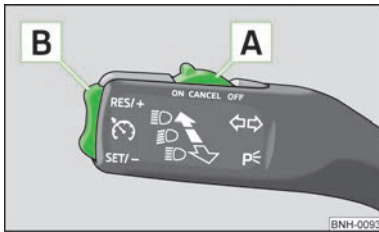

Fig. 68
- > Apăsăți comutatorul **A** » fig. 68 în poziția **ON**.
- > Apăsăți butonul basculant **B** » fig. 68 la pagina 75 în poziția **RES**.
- > Viteza memorată se poate reduce prin apăsarea butonului basculant **B** » fig. 68 la pagina 75 în poziția **SET**.
Sistemul de control automat al vitezei de deplasare se **dezactivează temporar** prin apăsarea comutatorului **A** » fig. 68 la pagina 75 în poziția **CANCEL** (anulare), respectiv dacă se apasă și pedala de frână sau de ambreiaj.
➤ Apăsați comutatorul **A** » fig. 68 la pagina 75 spre dreapta, în poziția **OFF**.